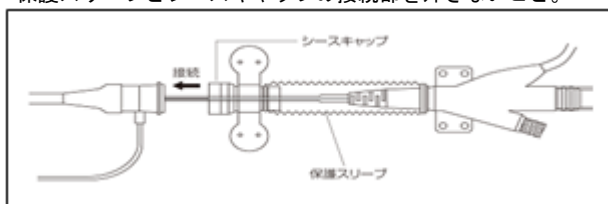

図 7. 保護スリーブ
- (6) 駆動を開始する。X線透視下にてバルーンが十分拡張していることを確認する。
- (7) バルーン先端位置をX線透視下にてよく確認する。
- (8) シース挿入の場合で保護スリーブを用いる際には、先端のシースキャップの部分のシースボディにはめ込む。(図 7 参照)